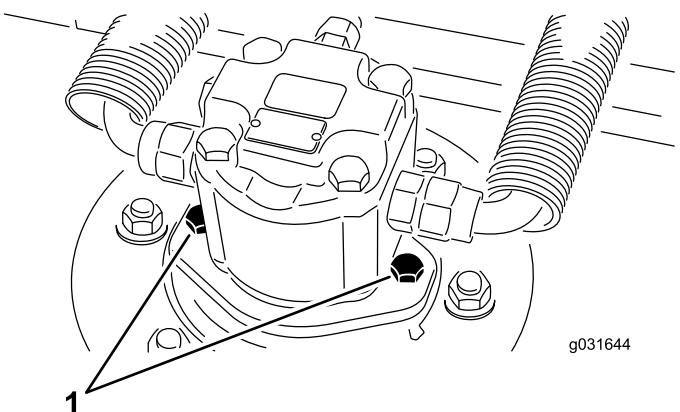

Figura 68
2. Retire os parafusos de montagem do motor hidráulico e desligue e retire o motor hidráulico da unidade de corte (Figura 68).
- Utilizando os parafusos de montagem do motor hidráulico, instale o motor hidráulico na unidade de corte (Figura 68).